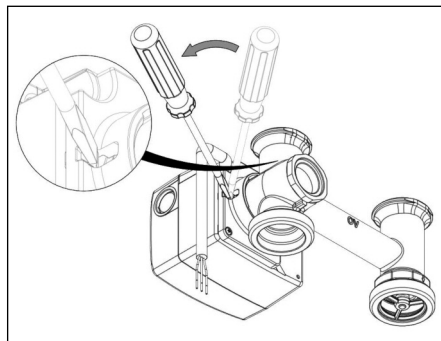

Fig. 5.3 Démontage moteur
1. Retirer le moteur de la vanne mélangeuse à 3 voies à la main. Utiliser un tournevis plat, si nécessaire (voir fig. 5.3).